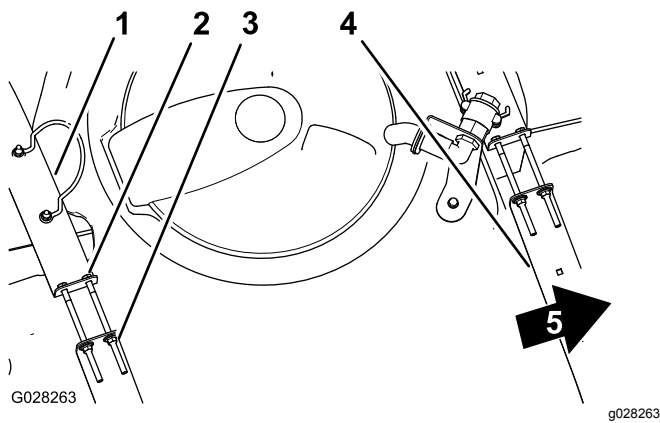

Figure 25
2. Assurez-vous qu'il n'y a pas de jeu entre les sangles de la cuve et la cuve (Figure 25).
- Si les sangles de la cuve ne sont pas assez serrées, resserrez les contre-écrous à embase et les boulons en haut des sangles jusqu'à ce que ces dernières soient parfaitement en appui sur la surface de la cuve (Figure 25).